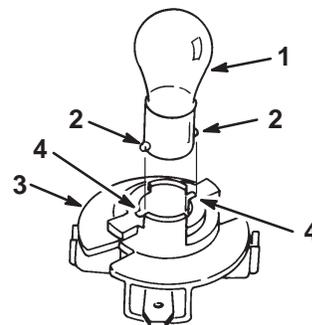

Abbildung 36
4. Die Glühbirne hereindrücken und bis zum Anschlag im Gegenuhrzeigersinn drehen (ca. 1/4 Umdrehung). Dann die Birne aus der Birnenfassung nehmen (Abb. 36).
1. Die Glühbirne hat Metallstifte an der Seite ihrer Basis. Die Stifte auf die Schlitz in der Birnenfassung ausrichten und die Basis in die Fassung stecken (Abb. 36). Die Birne hereindrücken und bis zum Anschlag im Uhrzeigersinn drehen.